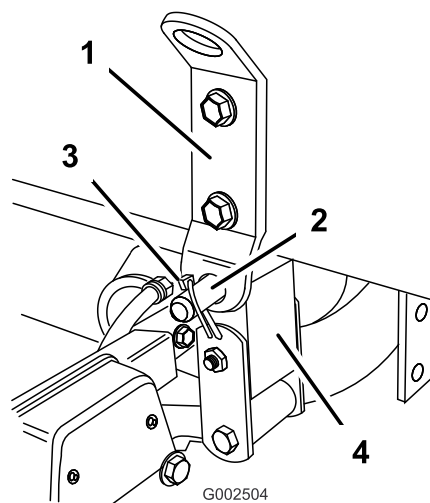

Figura 20
6. Allineate la barra di articolazione della parte posteriore del gruppo del telaio di supporto del serbatoio con l'apertura nella parte terminale del telaio del veicolo (Figura 20).
7. Installate un perno con testa (3/4 pollici) e due acciarini sulla barra di articolazione per fissare il gruppo serbatoio al telaio (Figura 20).
10. Controllate che il telaio di supporto del serbatoio e il telaio del veicolo siano allineati. Se necessario allentate leggermente i bulloni che fissano la barra di articolazione al telaio di supporto del serbatoio (Figura 20). Sollevate il gruppo serbatoio fin sopra il telaio del veicolo quanto basta per allinearli e poi abbassarlo nella giusta posizione. Serrate i bulloni sulla barra di articolazione una volta che il telaio di supporto del serbatoio è allineato con il telaio del veicolo.